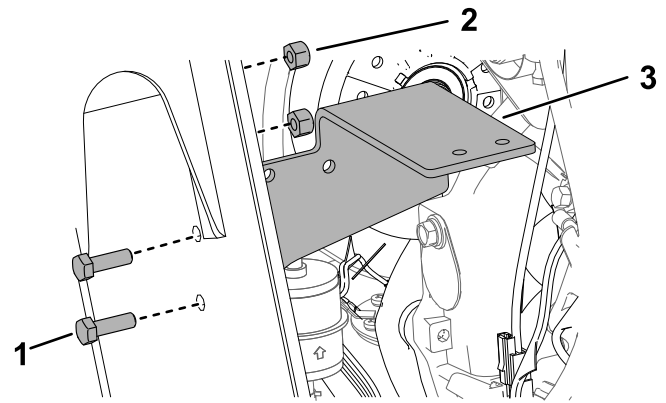

Figura 23
- Montați placa pe cadru, în modul prezentat în Figura 23.